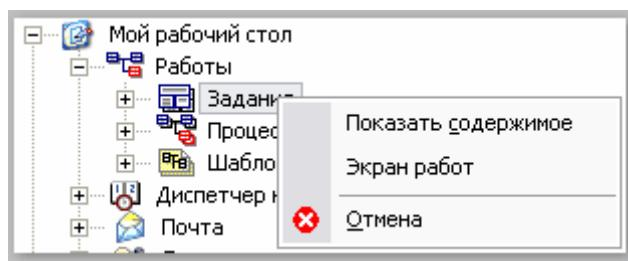

Рис. 19. Контекстное меню раздела
2. Нажмите на иконку соответствующего раздела правой кнопкой мыши и выберите пункт контекстного меню **Показать содержимое** (Рис. 19).